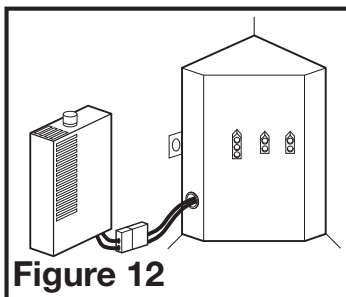

Figure 12
- 3b. **MODÈLES AVEC DÉTECTION D'HUMIDITÉ:** branchez les câbles à 2 broches du ventilateur et les câbles à 3 broches de connexion rapide du moteur dans la prise correspondante située sur le couvercle du compartiment de fil. Connectez le connecteur à deux broches du compartiment de l'hygrostat au connecteur à deux broches du côté du couvercle du logement de fil. Ces câbles ne s'adaptent que dans un sens dans les réceptacles (Figure 12).